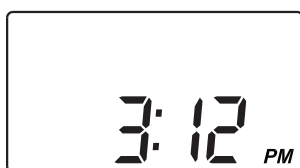

FIG. 25
4. Appuyez une fois de plus sur le bouton SELECT (sélectionner) pour compléter la programmation initiale. L'heure actuelle apparaît à l'écran (Fig. 25).